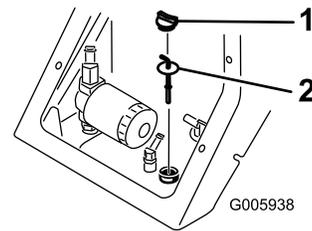

図 16
5. 油圧オイル・タンクの注油口の周囲をきれいに拭く（図 16）。
6. ディップスティック兼キャップを引き抜いてディップスティックで油量を点検する（図 16）。